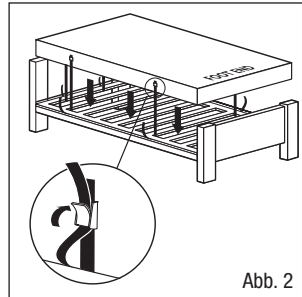

Abb. 2
3. Befestigen Sie die Matratze mit den verstellbaren Gurten am Bettrahmen: Führen Sie die Gurte um die Matratzenauflageschiene des Bettrahmens und befestigen Sie sie mit den Schnallen (Abb. 2), sodass sich die Komponenten an elektrischen Bettrahmen bewegen können. Dies ist wichtig, da es verhindert, dass sich die Matratze vom Bettrahmen löst und sich der Patient möglicherweise verletzt. Für die Verwendung mit Diwan-Betten ist ein Gurtverlängerungssatz erhältlich (Teilenummer 11062).